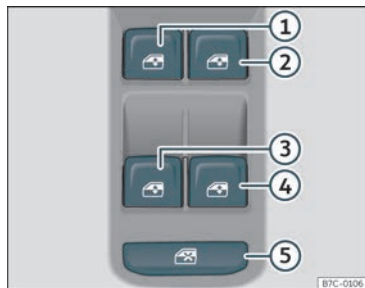

Fig. 86 Détail de la porte du conducteur : commandes des fenêtres.
La commande de sécurité »» fig. 86 ⑤ située sur la porte du conducteur vous permet de désactiver les touches des lève-glaces sur les portes arrière.